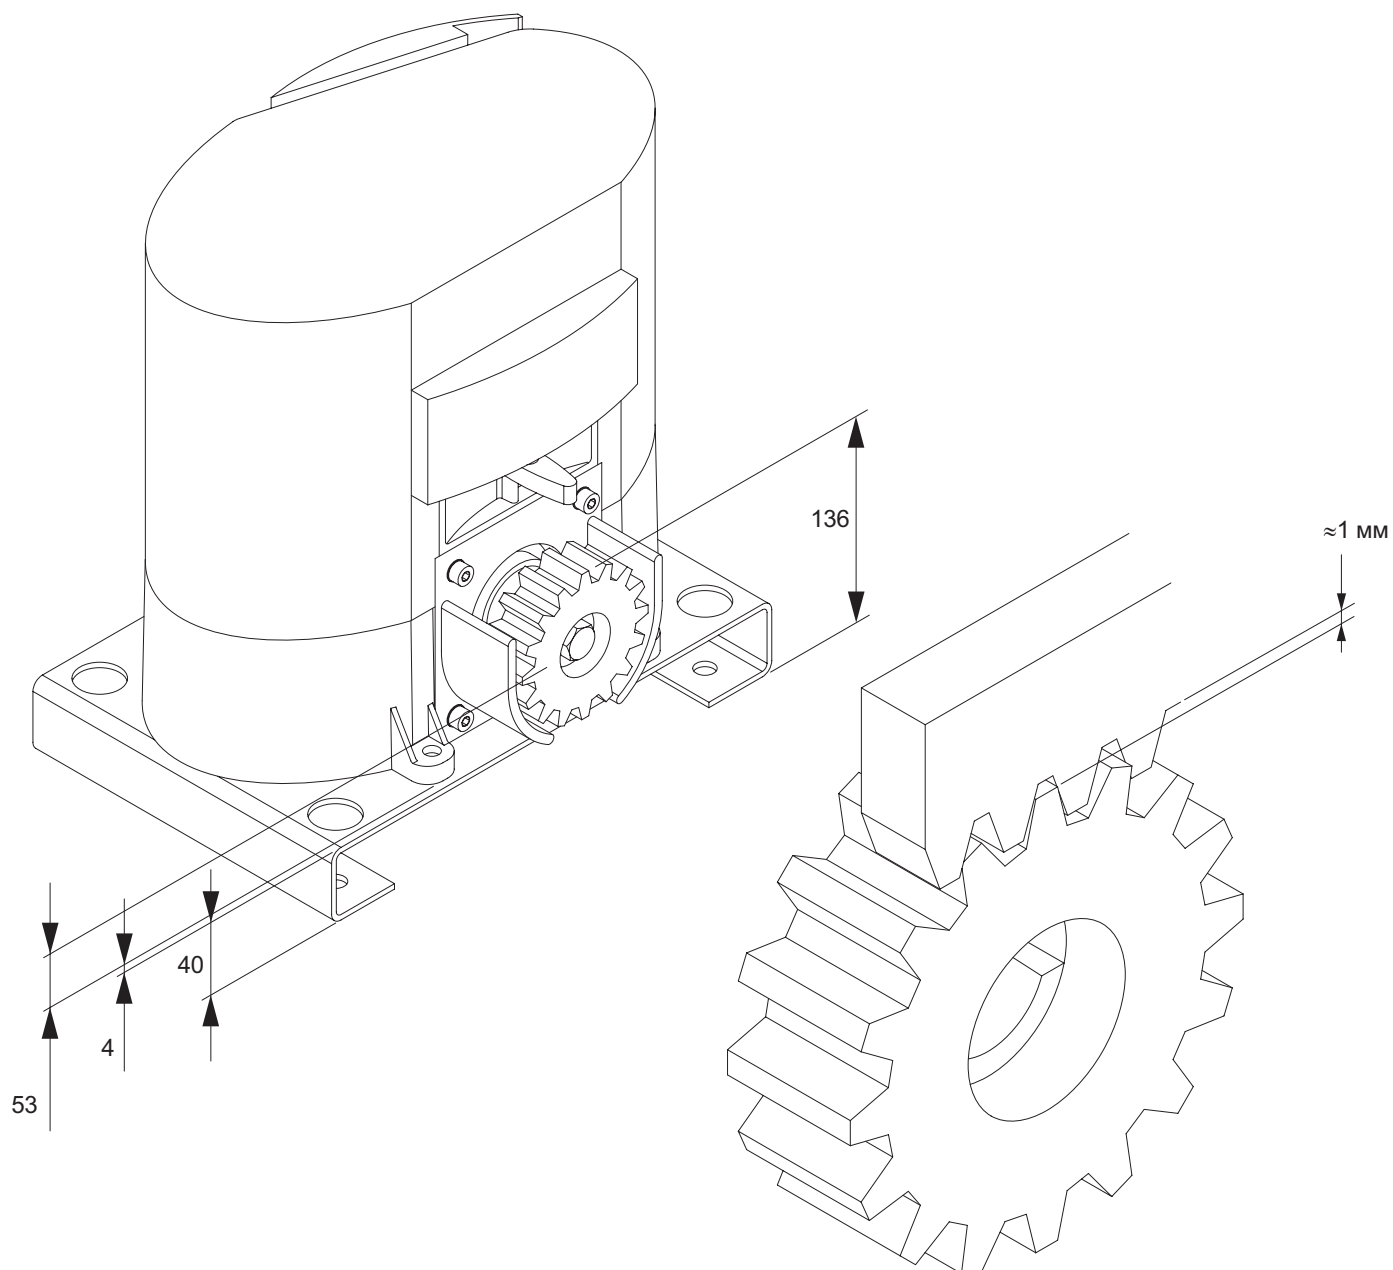

Рис.4
4.4 Закрепить зубчатую рейку винтами V, сохраняя зазор между зубьями рейки и шестерни установленного привода около 1 мм по всей длине рейки (см. Рис. 4); регулируя положения крепежных отверстий на стальной рейке / ушках нейлоновой рейки.
Снять картер, отвернув винты V. Позиционировать привод с шестерней относительно зубчатой рейки, при необходимости регулируя винтами G, для соблюдения горизонтальности привода и зазора между зубчатой рейкой и зубчатой шестерней (в соответствии с Рис. 4).